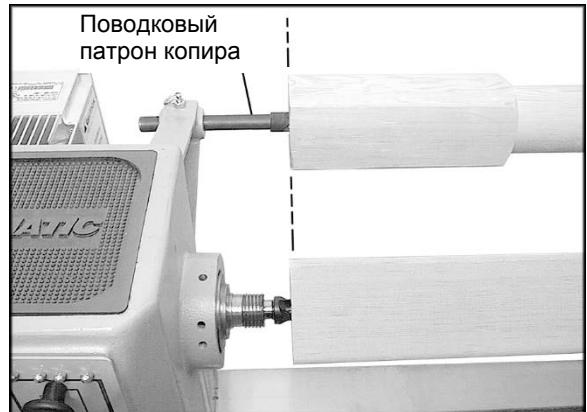

Рисунок 23
2. Установите вращающийся четырехзубцовый поводковый патрон копира в кронштейн передней бабки, подняв фиксатор и вставив патрон так, чтобы его конец был на одном уровне с концом центра, установленного на передней бабке. См. Рис. 23. Фиксатор в кронштейне должен войти в одно из отверстий центра копира в данной позиции.